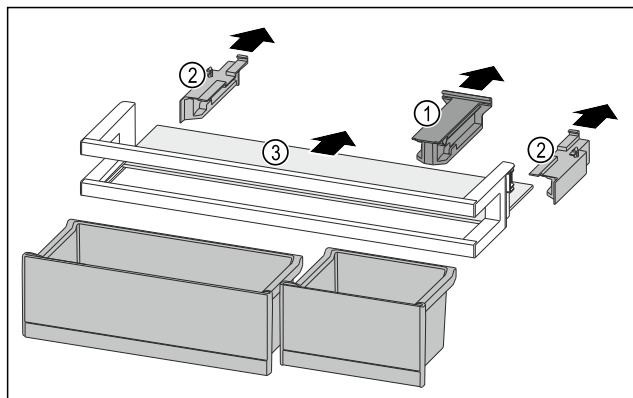

Fig. 258
- Držák Fig. 258 (1) stáhněte.
- Boční díly Fig. 258 (2) stáhněte.
- Odkládací plochu Fig. 258 (3) odeberte.